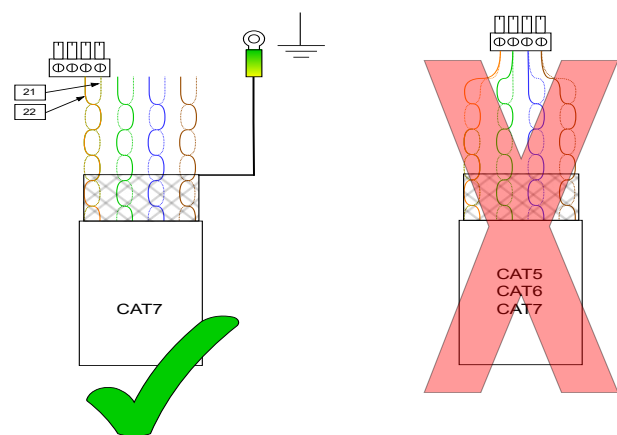

Abb. 58 Belegung Kommunikationsleitung
- Bei der Verwendung einer Kommunikationsleitung mit mehr als 2 Adern ist es wichtig, dass eine Doppelader der Leitung verwendet wird. (Siehe Abb. 58)